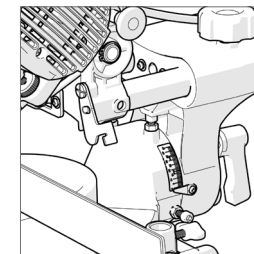

図11
- ヘッドを上げ、インジケータがブレード傾斜度数目盛0度をさしていることを確認します。(図11)